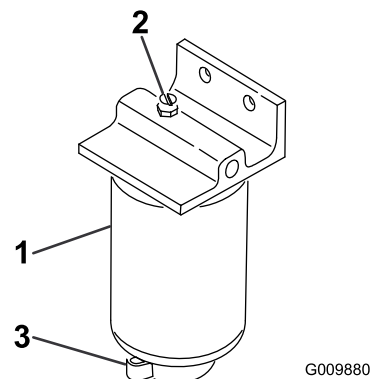

Figura 46
2. Liberte a válvula de escoamento que se encontra na zona inferior do recipiente do filtro (Figura 46).
1. Limpe a zona de montagem do recipiente do filtro (Figura 46).